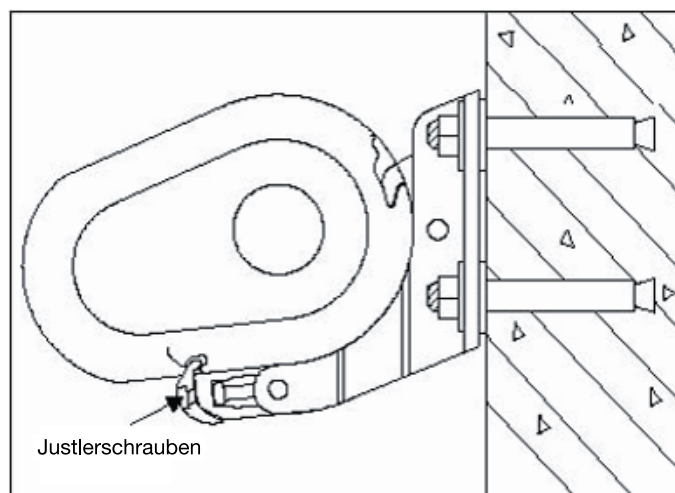

Bild 6
2. Drehen Sie dann die Justierschraube (Bild 6) an der Seite der linken Halterung mit dem Sechskantschlüssel bis zur gewünschten Tuchneigung.